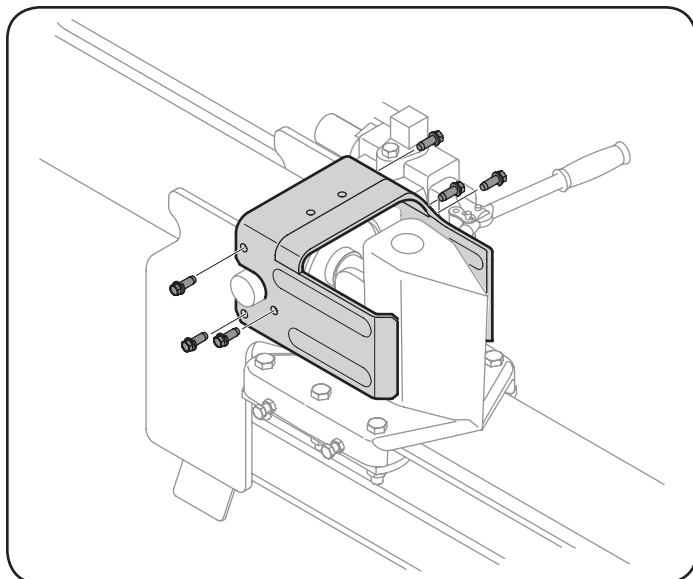

Figura 6
4. Levante y deslice el cilindro hacia arriba hasta el tope de la vigueta y dentro de los soportes soldados. Vea la Figura 6.
5. Coloque el liberador encima del montaje de la cuña y fíjelo en los soportes soldados con los herrajes extraídos previamente. Vea la Figura 6.
2. Retire la varilla del depósito venteado, que se encuentra en frente del motor, sobre el tanque de depósito. Vea la Figura 6.